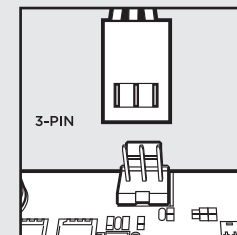

figure 2
- Verbinden Sie das Stromkabel der Pumpe mit dem CPU-FAN Header auf dem Mainboard (Abbildung 2).
- Sluit de tach-kabel van de pomp aan op de CPU_FAN-header op het moederbord (afbeelding 2).
- Podłącz przewód tachometru pompki do złącza CPU_FAN na płycie głównej (rysunek 2).
- Подключите кабель питания насоса к разъему CPU_FAN на материнской плате (Рис. 2).
- 将泵机电源线连接至主板上的 CPU_FAN 接头 (图 2)。